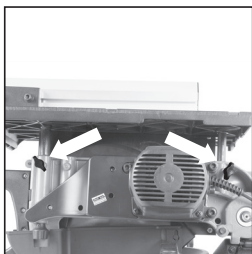

FIG. 17
- Desserrez les deux écrous à ailettes de la colonne de la table, un à l'avant, et un à l'arrière sous la table de la machine. **(Fig. 17)**